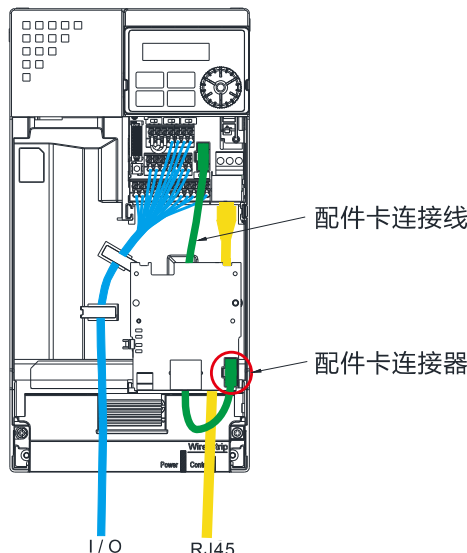

图8-32
5. 组装连接线：将连接线另一端的连接器与配件卡连接器对接，如图 8-32 所示。